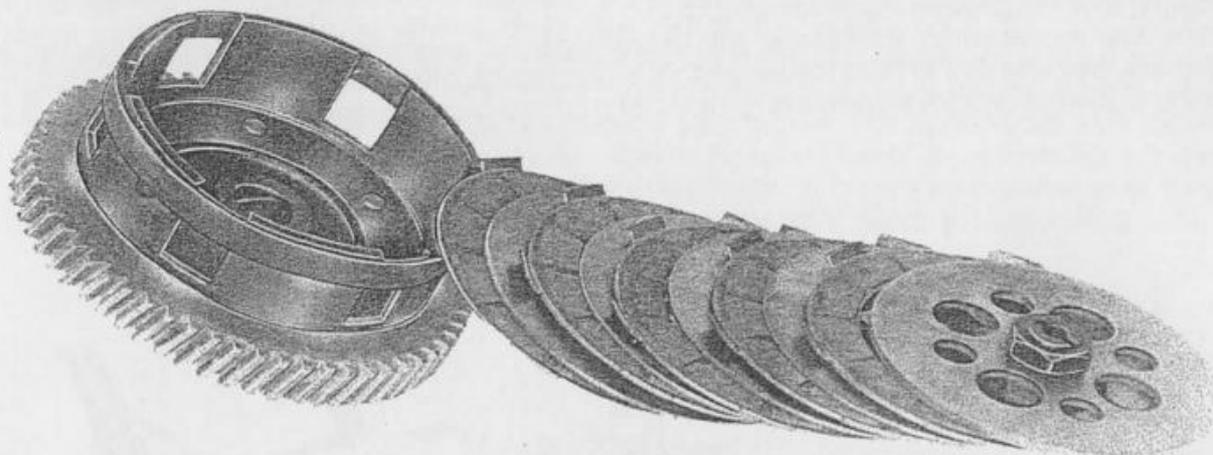

Fig. 36 - Serie dischi frizione
- Rimettere i dischi frizione nell'esatto ordine (fig. 36)